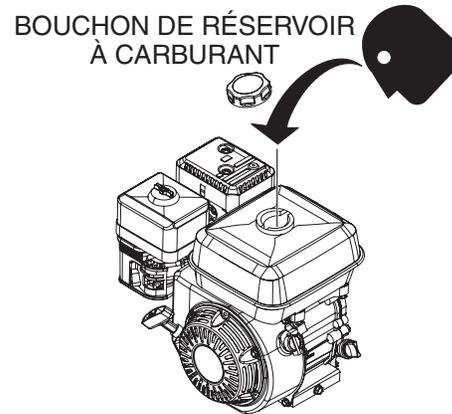

Figure 6. Vérification carburant
1. Effectuer une inspection visuelle (Figure 6) pour voir si le niveau de carburant est bas. Si le niveau est bas, refaire le plein avec de l'essence sans plomb.